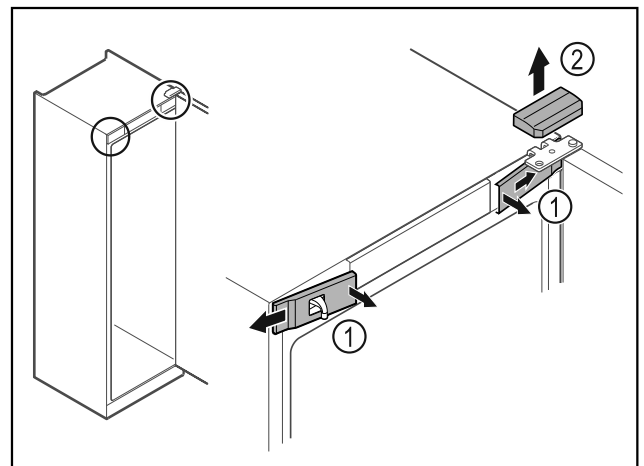

Fig. 13
- ▶ Desensamblar las cubiertas delanteras Fig. 13 (1) del interior y dejarlas a un lado.
- ▶ Retirar hacia arriba la cubierta superior Fig. 13 (2).